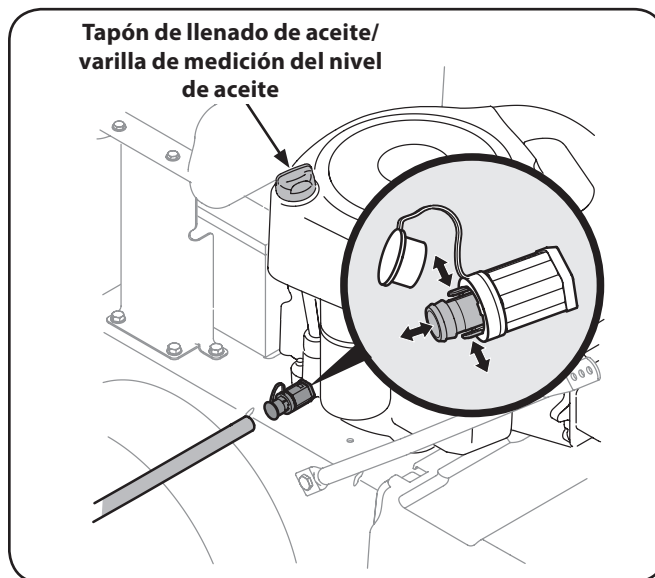

Figure 6-2
4. Abra el tapón protector en el extremo de la válvula de drenaje de aceite para dejar expuesto el orificio de drenaje. Vea Figure 6-2.
7. Apriete las lengüetas de la válvula de drenaje de aceite, luego tire hacia afuera para comenzar a drenar el aceite. Vea Figure 6-2.